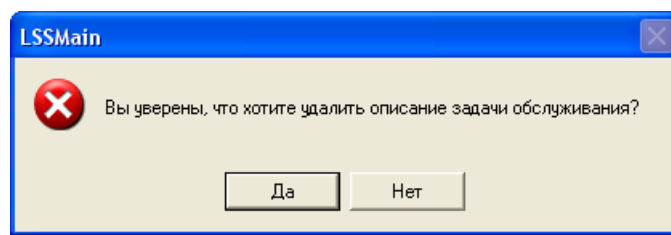

Рис. 3-25
4. В появившемся окне подтвердите удаление выбранной задачи обслуживания (рис. 3-25).